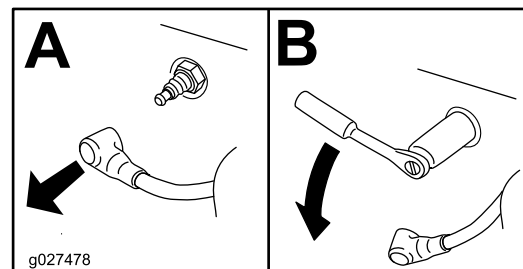

Figura 39
- Retire la(s) bujía(s), tal y como se muestra en la Figura 39.